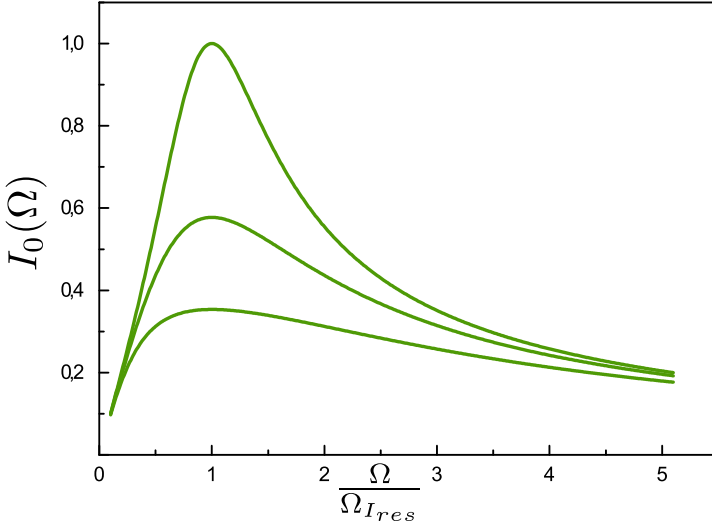

Рис. 3. Резонансные кривые для силы тока
Резонансные кривые для силы тока при различных значениях коэффициента затухания (14)  $I_0(\Omega)$  показаны на рис. 3.